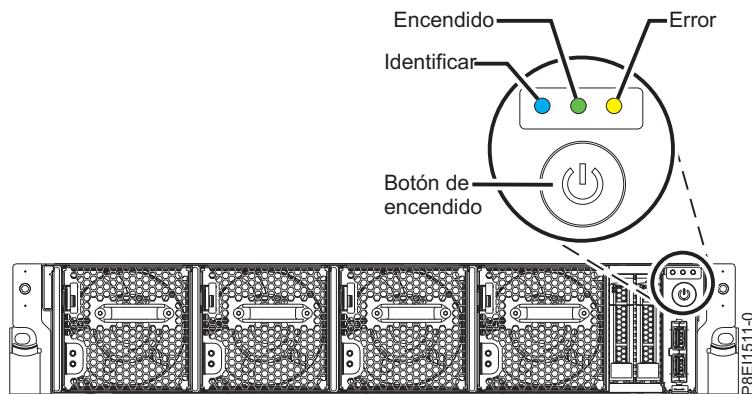

Figura 218. Botón de encendido
- El LED de encendido parpadea, tal como se muestra en Figura 218 en la página 203. Una luz intermitente indica alimentación en espera para la unidad.
3. Pulse el botón de encendido que se muestra en Figura 218 en la página 203. La luz de encendido deja de parpadear y queda fija, lo que indica que el sistema está encendido. Los ventiladores de refrigeración del sistema funcionan a una velocidad elevada y tras unos 30 segundos, vuelven a la velocidad normal de funcionamiento.